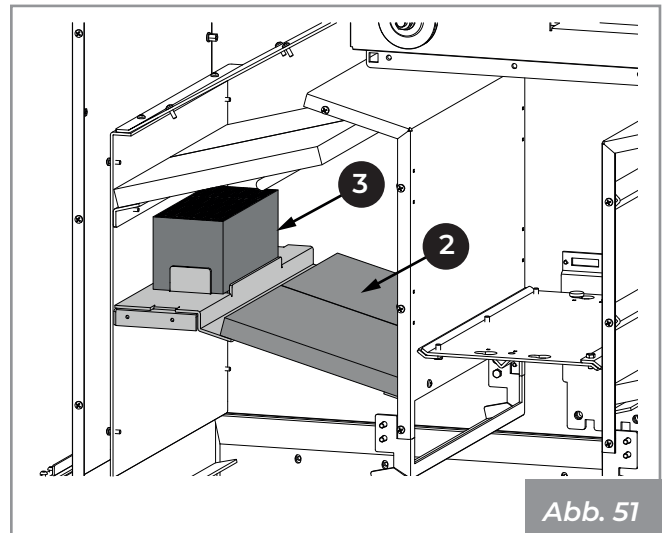

Abb. 51
5) Die Platten (2) herausziehen und entfernen (Abb. 51).
6) Den O2RING (3) herausziehen und entfernen.